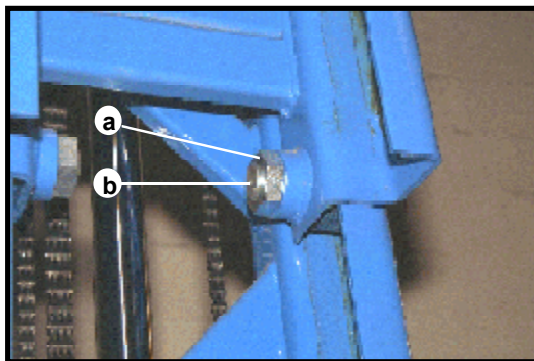

Fig. 1 - Eléments de réglage du mât.
- Vérifier et régler s'il y a lieu le jeu transversal des éléments de mât (Fig. 1):